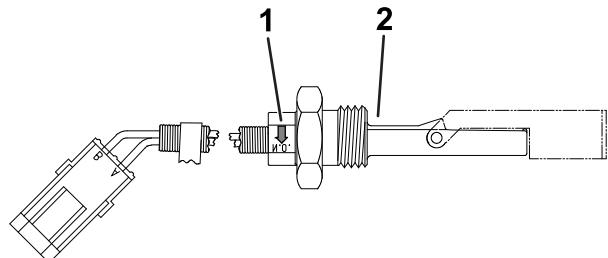

Figure 8
3. Si la machine possède un réservoir de détecteur de fuites équipé, posez le capteur de niveau d'huile dans le réservoir, en prenant soin d'orienter la flèche vers le bas (Figure 8). Serrez l'écrou du capteur à un couple de 12,5 à 15,8 N·m.